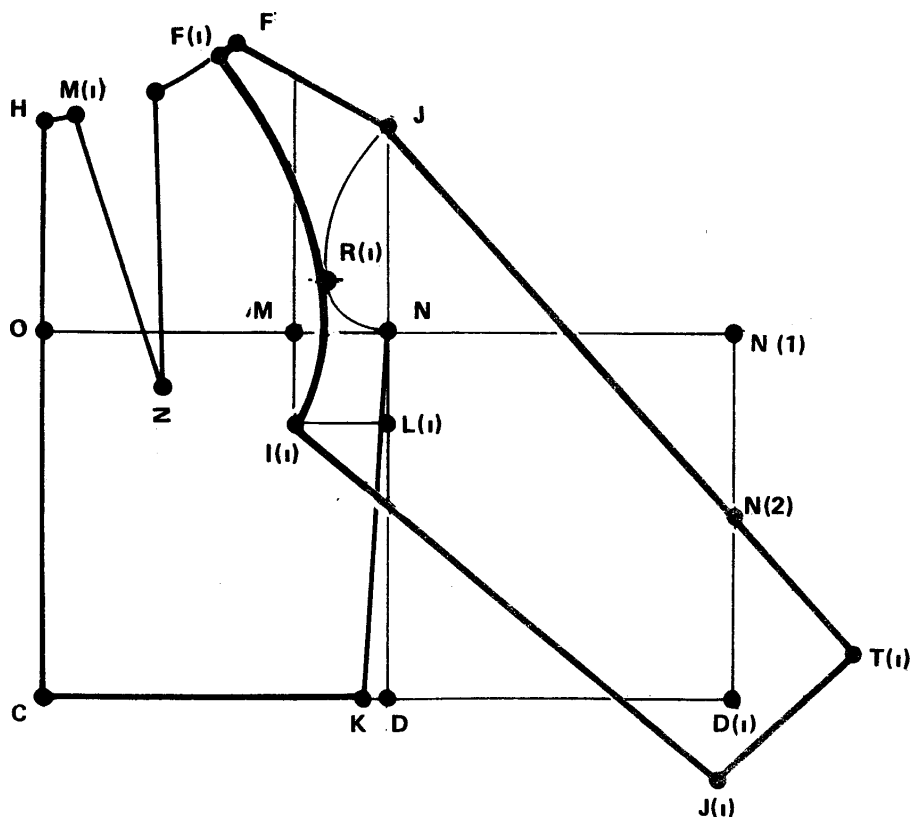

Fig. 22.
**Realización del trazado del molde de la manga ranglan parte delantera (fig. 22)**